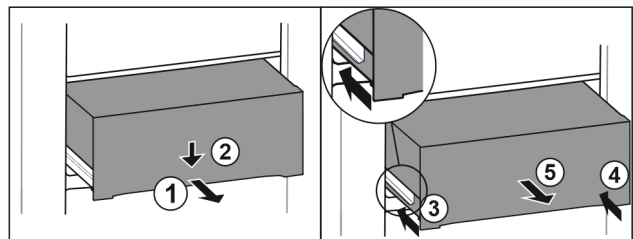

Fig. 154
- Zásuvku napůl vytáhněte. *Fig. 154 (1)*
- Stlačte zásuvku na přední straně dolů. *Fig. 154 (2)*
- Zasuňte levou kolejničku přibližně do 2 cm. *Fig. 154 (3)*
- Zasuňte pravou kolejničku přibližně do 2 cm. *Fig. 154 (4)*
- Vyjměte zásuvku dopředu. *Fig. 154 (5)*